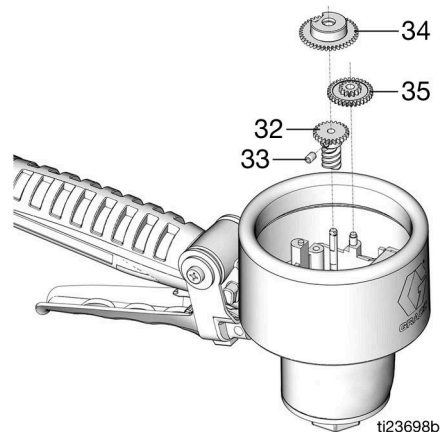

ABB. 21
- Die Zahnräder (32, 34, 35) einsetzen wie dargestellt in ABB. 21. Die Zahnrad-Stellschraube (33) mit einem 2-mm-Sechskantschlüssel festziehen.